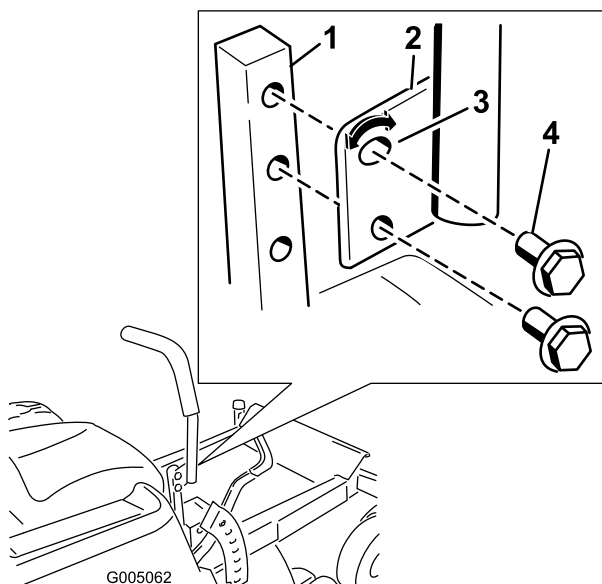

Figura 17
1. Togliete i due bulloni che fissano la leva di comando all'albero del braccio di controllo (Figura 17).
2. Spostate la leva di comando nella serie di fori successiva. Fissate la leva con i due bulloni (Figura 17)
2. Allentate il bullone inferiore appena a sufficienza per ruotare la leva di controllo in avanti o all'indietro (Figura 17). Serrate entrambi i bulloni per fissare il controllo nella nuova posizione.